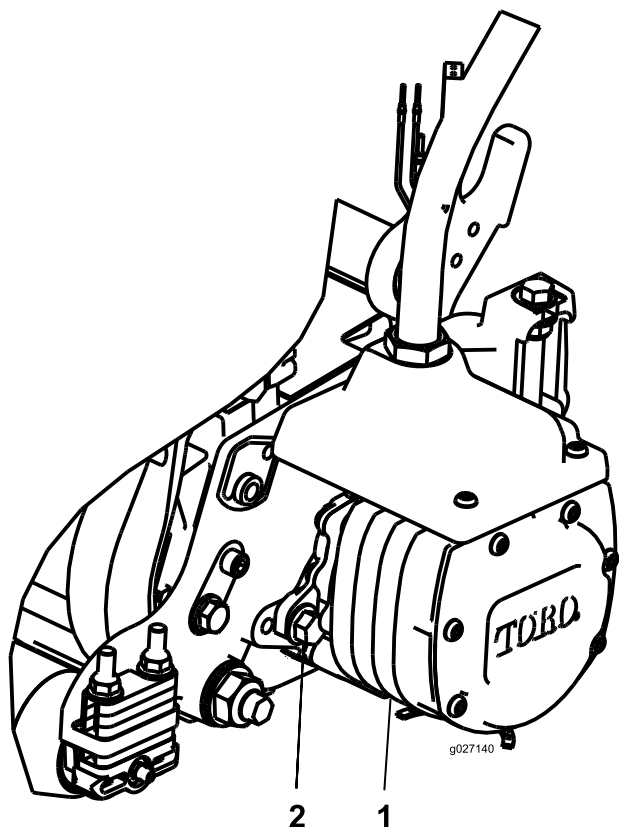

Figura 22
3. Alinee el motor con la unidad de corte, girándolo en sentido horario hasta que las bridas del motor estén libres de los pernos (Figura 22).